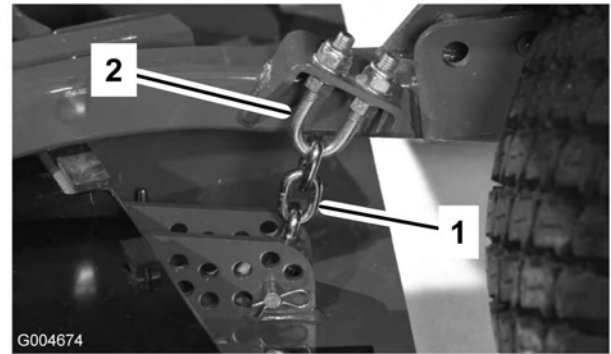

Figura 75
1. Allentate i controdati sulla parte superiore o inferiore del bullone a U della catena dell'altezza di taglio (Figura 75).